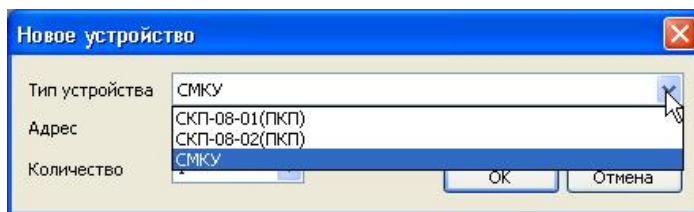

Рис. 6 – Выбор нового устройства
- **Тип устройства** – СМКУ (рис.6);